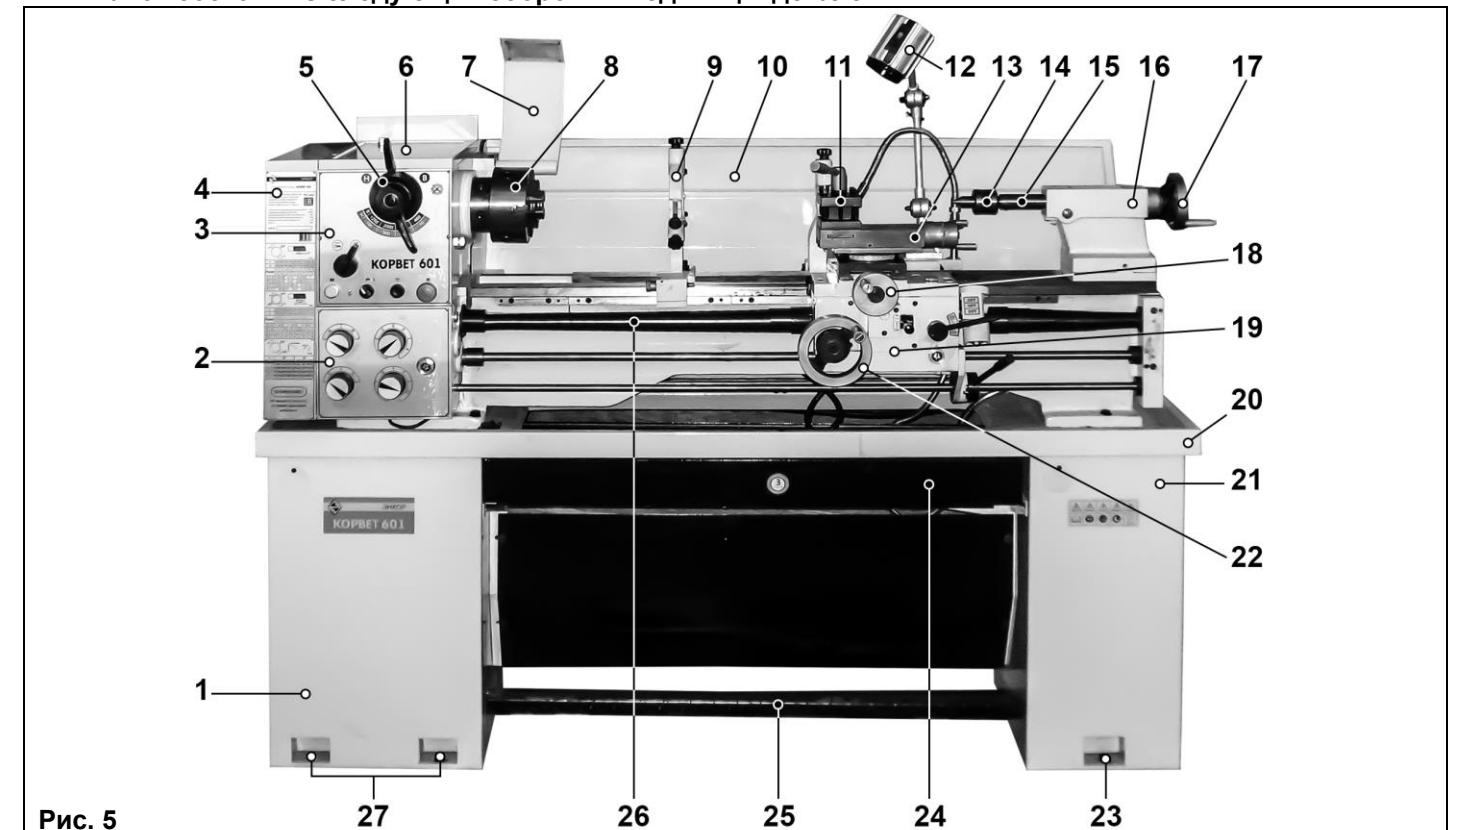
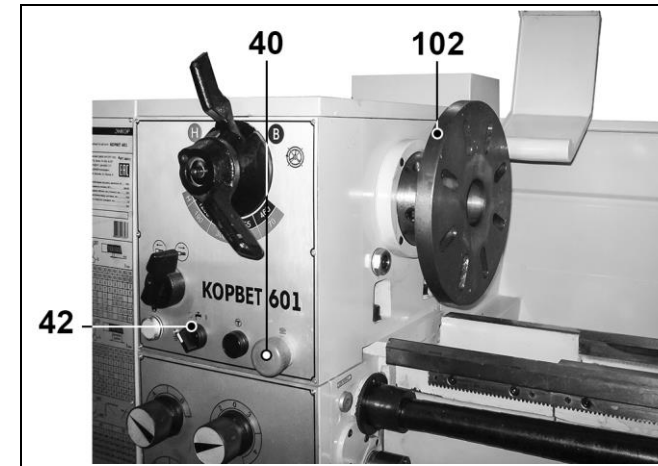

Рис. 5
Рис. 21
## 7. УСТРОЙСТВО СТАНКА (Рис.5)
**ВСЕГДА ПЕРЕД ВЫПОЛНЕНИЕМ ЛЮБЫХ РАБОТ, СВЯЗАННЫХ СО СБОРКОЙ, НАСТРОЙКОЙ, НАЛАДКОЙ, ТЕХНИЧЕСКИМ ОБСЛУЖИВАНИЕМ СТАНКА, ПРОВЕРЬТЕ, ЧТОБЫ ПЕРЕКЛЮЧАТЕЛЬ (31) НАХОДИЛСЯ В ВЫКЛЮЧЕННОМ ПОЛОЖЕНИИ (OFF) И СТАНОК БЫЛ ОТКЛЮЧЕН ОТ ИСТОЧНИКА ПИТАНИЯ.**
8.1. 8.2. Из комплекта поставки, Рис.1, ручки (У) установите на маховики: подачи поперечного суппорта (18) и ручной подачи каретки (22), Рис. 5.
8.5. В конус пиноли (15) задней бабки (16) установите центр (14), Рис. 5. При выполнении сверления – сверлильный патрон с конусом МТЗ приобретается отдельно.
### 9. ОРГАНЫ УПРАВЛЕНИЯ И КОНТРОЛЯ (Рис. 5 – 15)
10.5. Для охлаждения и смазки режущего инструмента и обрабатываемой заготовки используйте СОЖ. Состав и концентрация смазывающей охлаждающей жидкости определите из учебной и справочной литературы применимо к марке обрабатываемого металла и режущего инструмента. Демонтируйте съемный щиток (113) с боковой панели правой тумбы (21); в ёмкость (105) налейте СОЖ. Объём ёмкости 4литра. Наконечник гибкой подводки (110) направьте в поддон (24), Рис.5. Флажок крана (109) поверните на четверть оборота по часовой стрелке. Соблюдая меры предосторожности, включите станок. Ручкой (42) включите подачу охлаждающей жидкости, Рис.21. Проверьте беспрепятственный слив жидкости из поддона (106) через патрубок (107) и через патрубок (104) обратно в ёмкость (105). Убедившись в правильности работы системы подачи охлаждающей жидкости, нажмите на кнопку (40), выключите станок. Установите и закрепите съемный щиток (113) с боковой панели правой тумбы (21).
**Рекомендации: перед заливкой СОЖ на дно ёмкости (105) положите магнит, завёрнутый в полиэтиленовый пакет. При замене СОЖ с магнита снимите пакет, тогда вся стружка останется в пакете.**